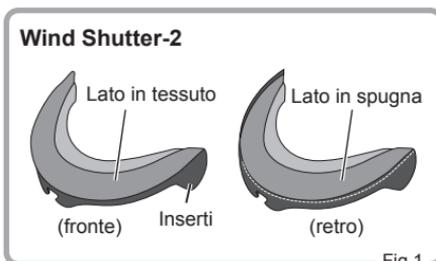

Fig.1
1. Fare riferimento alla Fig. 1 e controllare la parte anteriore e posteriore del paravento Wind-Shutter-2.